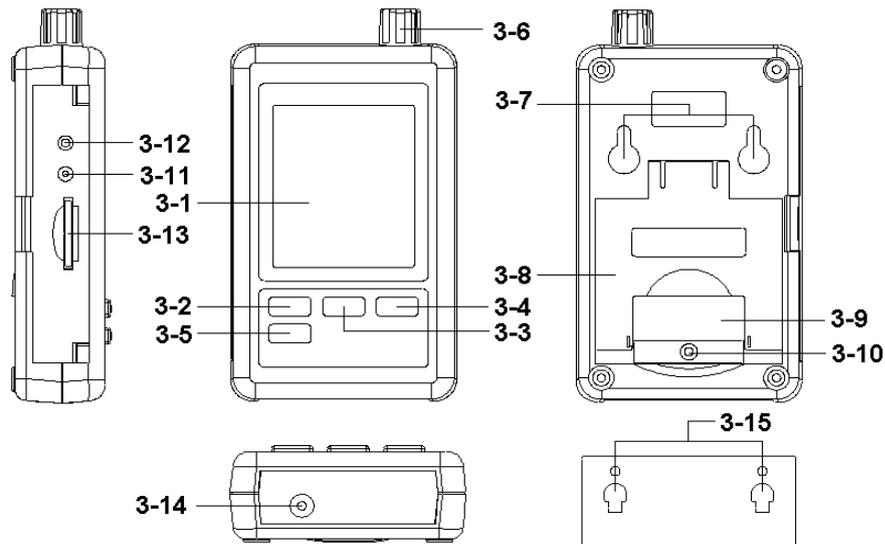

Fig. 1
- * Suelte los tornillos de la tapa de la batería (3-10, Fig. 1) y retire la "tapa de la batería" (3-9, Fig. 1) del medidor.
- 2) La "Pantalla" (3-1, Fig. 1) mostrará tanto la humedad y la temperatura como el valor del barómetro. (3-6, Fig. 1).
Prepare una "tarjeta de memoria SD" (1 GB hasta 16 GB, opcional), inserte la tarjeta SD en la ranura de la tarjeta (3-13, Fig. 1) con la dirección correcta.
Presione el botón " Logger" (3-2, Fig. 1) > 2 segundos continuamente, hasta que en la pantalla aparezca el indicador
"DATALOGGER", suelte el botón " Logger " (3-2, Fig. 1), y los datos de medición con la información del tiempo se guardarán en la memoria del circuito.
Durante la función del Datalogger (la pantalla muestra el indicador "Datalogger"), presione el botón Logger (3-2, Fig. 1) > continuamente durante dos segundos hasta que el indicador de la pantalla "DATALOGGER" desaparezca, suelte el botón "Logger" para terminar con la función de Datalogger.
Presione el botón " Tiempo " (3-3, Fig. 1) > continuamente durante 2 segundos y la pantalla LCD mostrará la información del Año/Mes/Fecha, Hora/Minuto/Segundo y el valor de muestra.
- 1) Después de ejecutar la función de Data logger, retire la tarjeta SD de la "Ranura de la tarjeta" (3-13, Fig. 1).